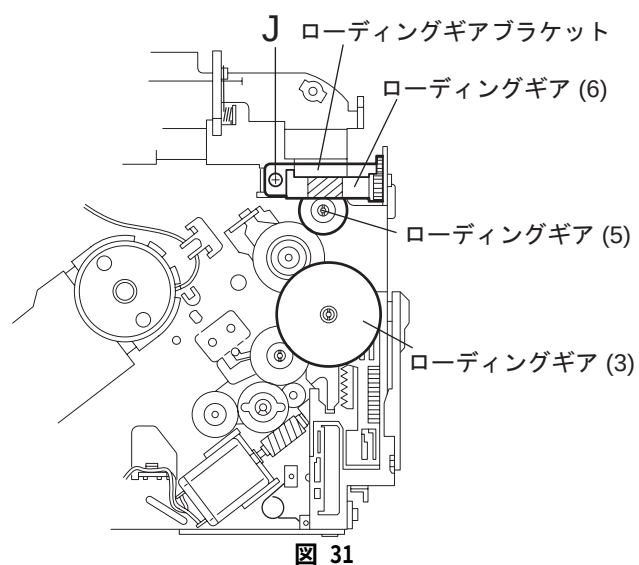

図 31
3.2.16 ローディングギア (5)、(6)、(7) の外し方 (図 31, 32 参照)